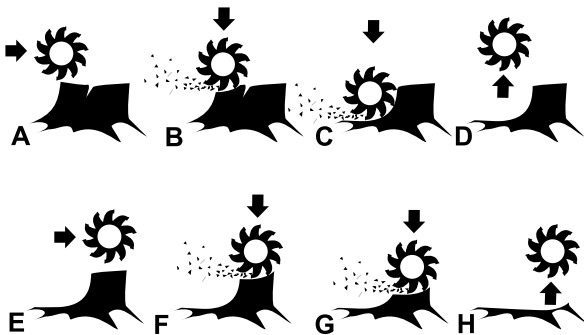

Figura 11
6. Mueva la rueda de corte, como si estuviera barriendo, hacia un lado y otro, bajando la rueda de 1–2.5 cm (½"–1") aproximadamente antes de cada pasada, hasta que haya eliminado la parte delantera del tocón hasta el nivel del suelo (Figura 11, A – D).
8. Repita los pasos 5 a 7 hasta que haya eliminado el tocón por completo (Figura 11, E–H).